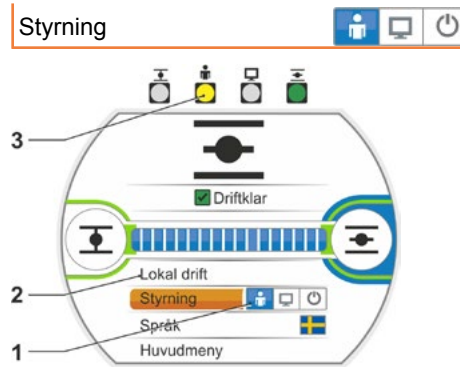

Bild 1: Styrning Lokal drift
2. Tryck på styrknappen upprepat tills symbolen för LOKALT aktiveras (bild 1, pos. 1).